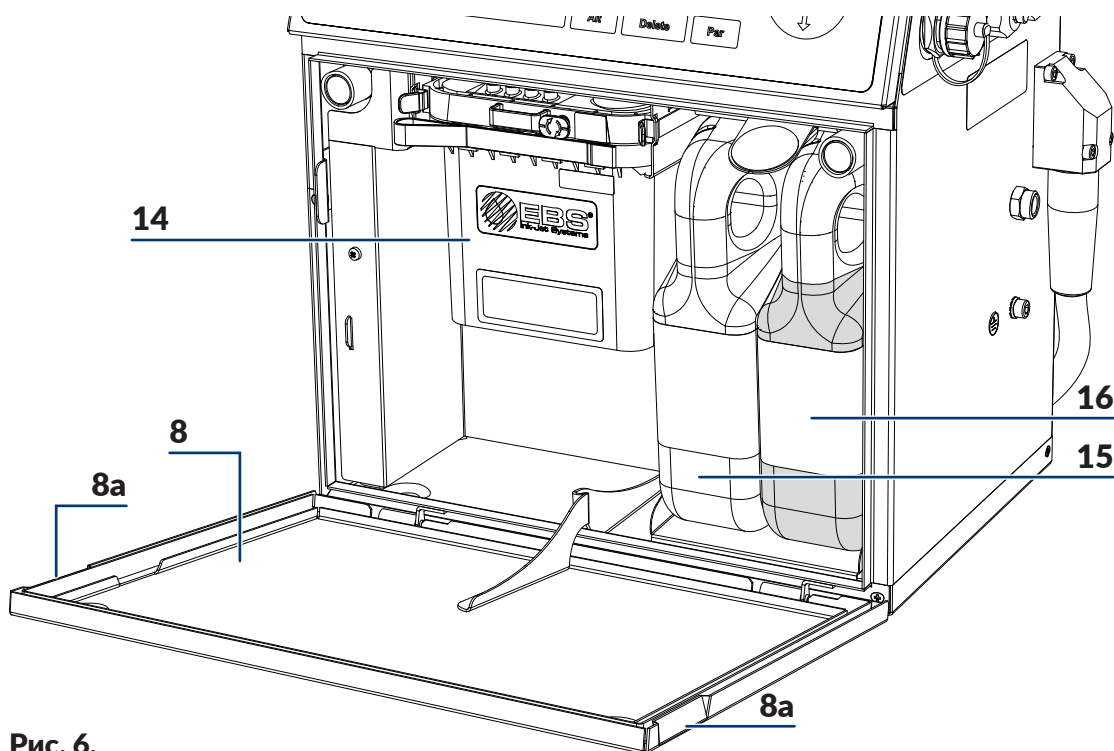

Рис. 6.
- бутылка с чернилами **16** (см. **Рис. 6 на странице 31**),
- бутылка с растворителем **15** (см. **Рис. 6 на странице 31**),
- iModule® **14** (см. **Рис. 6 на странице 31**),